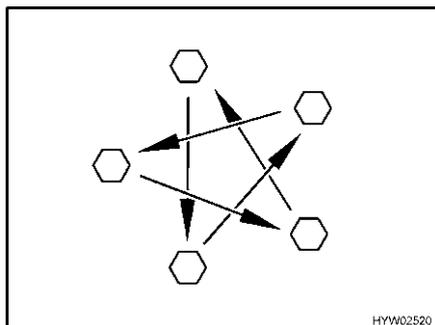

Fig. 215 Apretar las tuercas o los tornillos de las ruedas en forma de cruz
- Comprobar periódicamente que las tuercas o tornillos de las ruedas estén firmemente apretados. Reajustar en forma de cruz (Fig. 215) las tuercas o tornillos después de cambiar una rueda, al cabo de 50 km. Par de apriete, véase apartado 13.5.2.
- ▷ Apretar en forma de cruz las tuercas o los tornillos de las ruedas (Fig. 215).